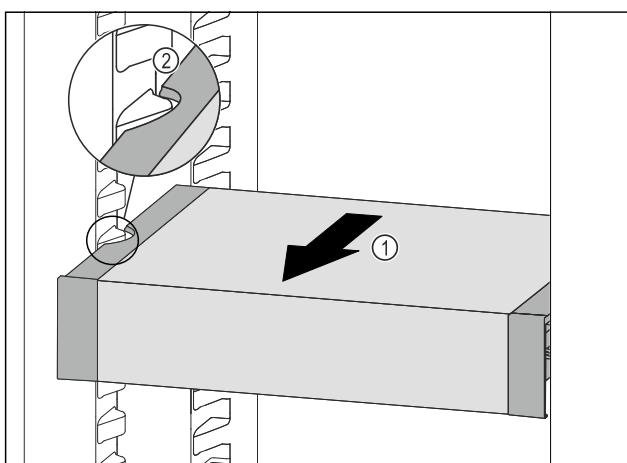

Fig. 142
- VarioSafe tiahajte dopredu Fig. 142 (1), kým sa bočné vybrania VarioSafe nebudú nachádzať vo výške rebra nádoby v chladničke. Fig. 142 (2)